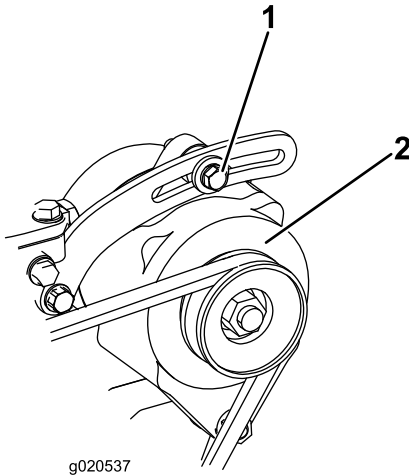

Figura 141
1. Se a deslocação obtida não for igual a 10 mm, deve desapertar os parafusos de montagem do alternador (Figura 141).